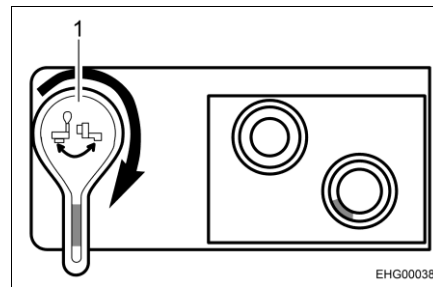

Bild 55 Avtappningsventil, öppen
- Öppna avtappningskranen. Vrid avtappningsventilens spak medurs med 90° (se Bild 55,1).